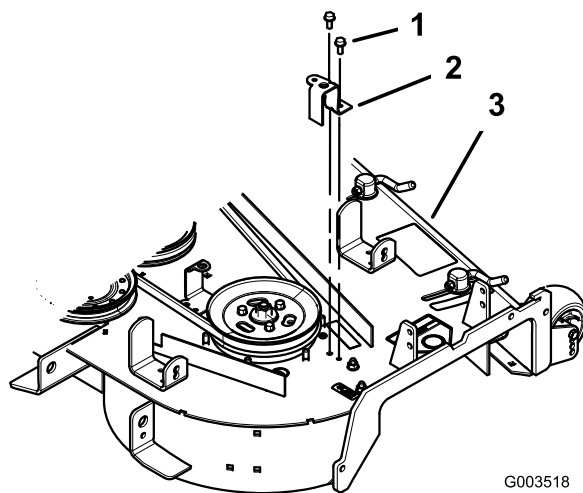

Figure 3
3. Déposez le support du couvercle de courroie droit extérieur (Figure 3).